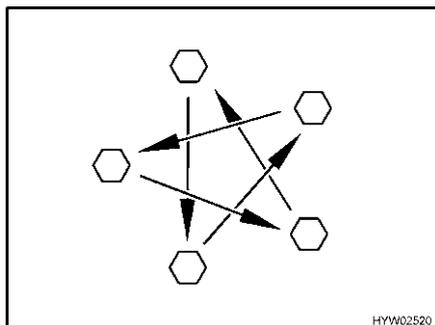

Bild 234 Radmuttern oder Radschrauben über Kreuz anziehen
- Radmuttern oder Radschrauben regelmäßig auf festen Sitz prüfen. Radmuttern oder Radschrauben eines ausgewechselten Rades nach 50 km über Kreuz nachziehen (Bild 234). Anziehdrehmoment siehe Abschnitt 13.5.2.
- ▷ Radmuttern oder Radschrauben über Kreuz anziehen (Bild 234).